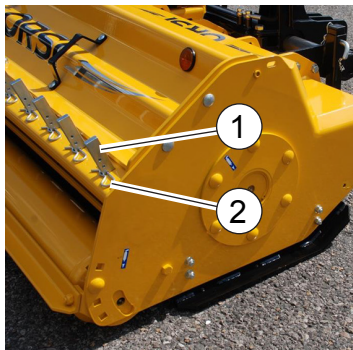

Fig.51
- Inserire le aste di raccolta (1, "Fig.51") nei fori presenti sulla struttura della macchina. Regolare l'escursione delle aste con le copiglie (2, "Fig.51") in dotazione.
- Insert the rakes (1, "Fig.51") into the holes on the structure of the machine. Adjust the range of the rods with the provided cotter pins (2, "Fig.51").
- Insérer les tiges de ramassage (1, "Fig.51") dans les trous qui se trouvent sur la structure de la machine. Régler l'excursion des tiges avec les goupilles (2, "Fig.51") en dotation.
- Setzen Sie die Rebreden der Sammlung (1, "Fig.51") in die Bohrungen auf der Maschinenstruktur. Stellen Sie die Reise der Stäbe mit gegebene Splinte (2, "Fig.51").
- Insertar las puas (1, "Fig.51") en los agujeros de la estructura de la máquina. Regular desplazamiento de las varillas con copetes (2, "Fig.51").
- Inserir as hastas de recolha (1, "Fig.51") nos orifícios da estrutura da máquina. Ajustar a excursão das hastas com os pinos fornecidos (2, "Fig.51").